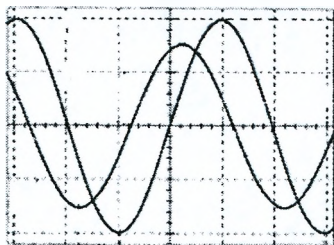

Рисунок 6 – Осциллограммы. уравнения которых следует написать в соответствии с заданием п. 7
7. Записать уравнение показанных на рисунке напряжений, если барабанный переключатель В/дел находится в состоянии 1 В/см. (Рис. 6)